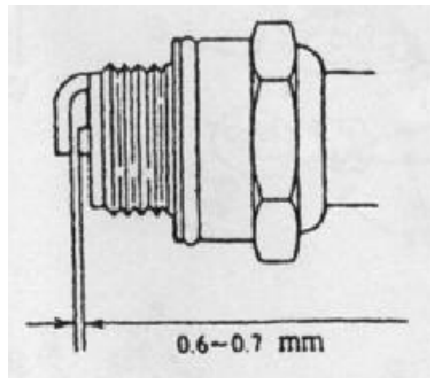

Рис. 16
- 3) Рабочий клиренс для свечи зажигания 0.6-0.7 мм. Пожалуйста, проверяйте клиренс регулярно; если он слишком мал или слишком велик, подстройте его как изображено на Рис. 16.